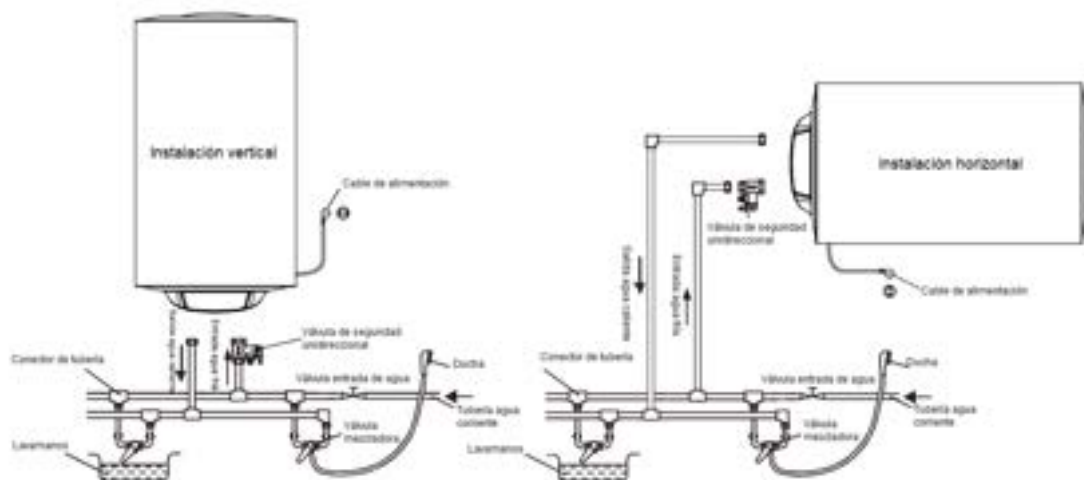

Figura 7
- Si desea utilizar un suministro de agua multicanal, consulte la Figura 7 para ver el método de conexión de tuberías.